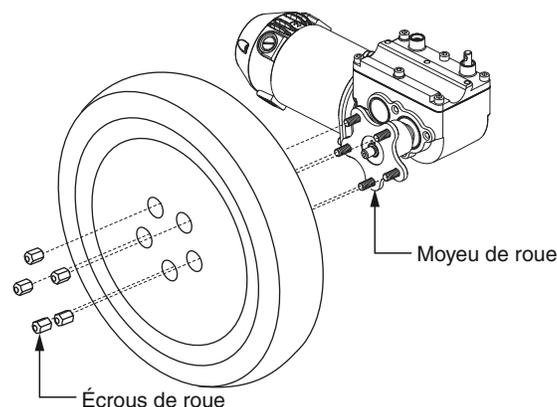

Figure 21. Enlèvement de la roue motrice
4. Retirez les cinq (5) écrous de roue du moyeu. **Voir la figure 21.**